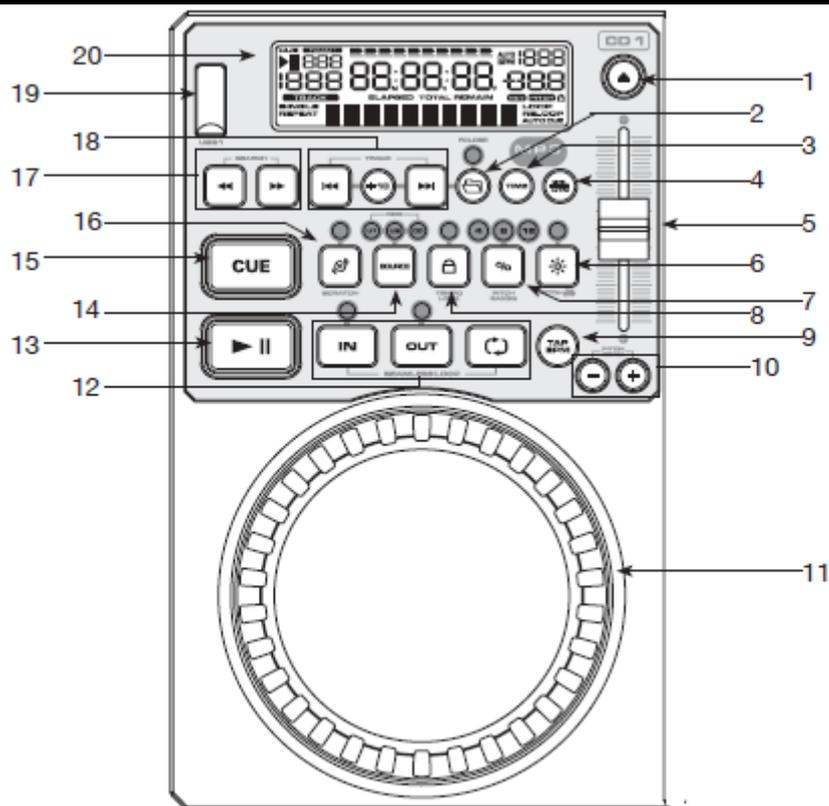

Figure 3
A. COMMANDES DU LECTEUR (FIGURE 3)
3. BOUTON TIME : le bouton TIME fera basculer la valeur de temps décrite dans le COMPTEUR TIME (50) entre ELAPSED PLAYING TIME (temps de lecture écoulé) et TRACK REMAINING TIME (temps de piste restant) et TOTAL REMAINING TIME (temps de lecture total restant) pour les CD uniquement.
5. PITCH SLIDER : ce potentiomètre est utilisé pour régler le pourcentage pitch de lecture. Le potentiomètre a une fonction de réglage et restera sur la même définition jusqu'à ce que le pitch slider soit déplacé ou la fonction désactivée. Ce réglage peut être effectué avec ou sans disque dans le lecteur. Le réglage du pitch restera le même si un disque a été retiré et sera reproduit avec tout autre disque inséré dans le lecteur. En d'autres mots, si vous définissez un pitch de +2 % sur un disque, retirez le disque et chargez en un autre, ce dernier aura aussi un pitch de +2 %. Le pourcentage du pitch sera affiché sur l'écran LCD (20).
6. BOUTON PITCH ON/OFF : cette fonction vous permet d'activer et désactiver la fonction *PITCH SLIDER* (5). Quand le voyant est allumé, le *PITCH SLIDER* (5) est activé. Quand le voyant n'est pas allumé, le *PITCH SLIDER* (5) n'est pas activé. Le pourcentage de pitch peut être changé entre 4 %, 8 %, 16 % et 100%. 4 % vous permet la manipulation la plus restreinte du pitch et 100% vous permet la manipulation la plus ample du pitch.